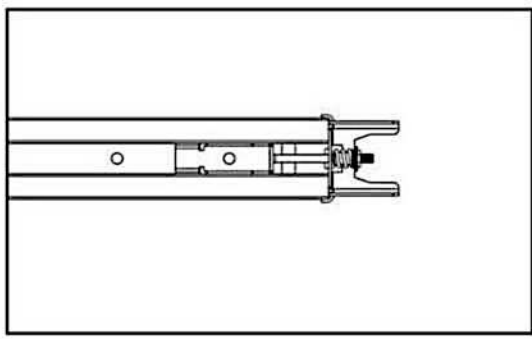

Fig.13
**Paso 3. Asegure la tuerca en la Posición Correcta. Finalmente, Todo el Riel "C" estará Ensamblado. (Fig.13)**